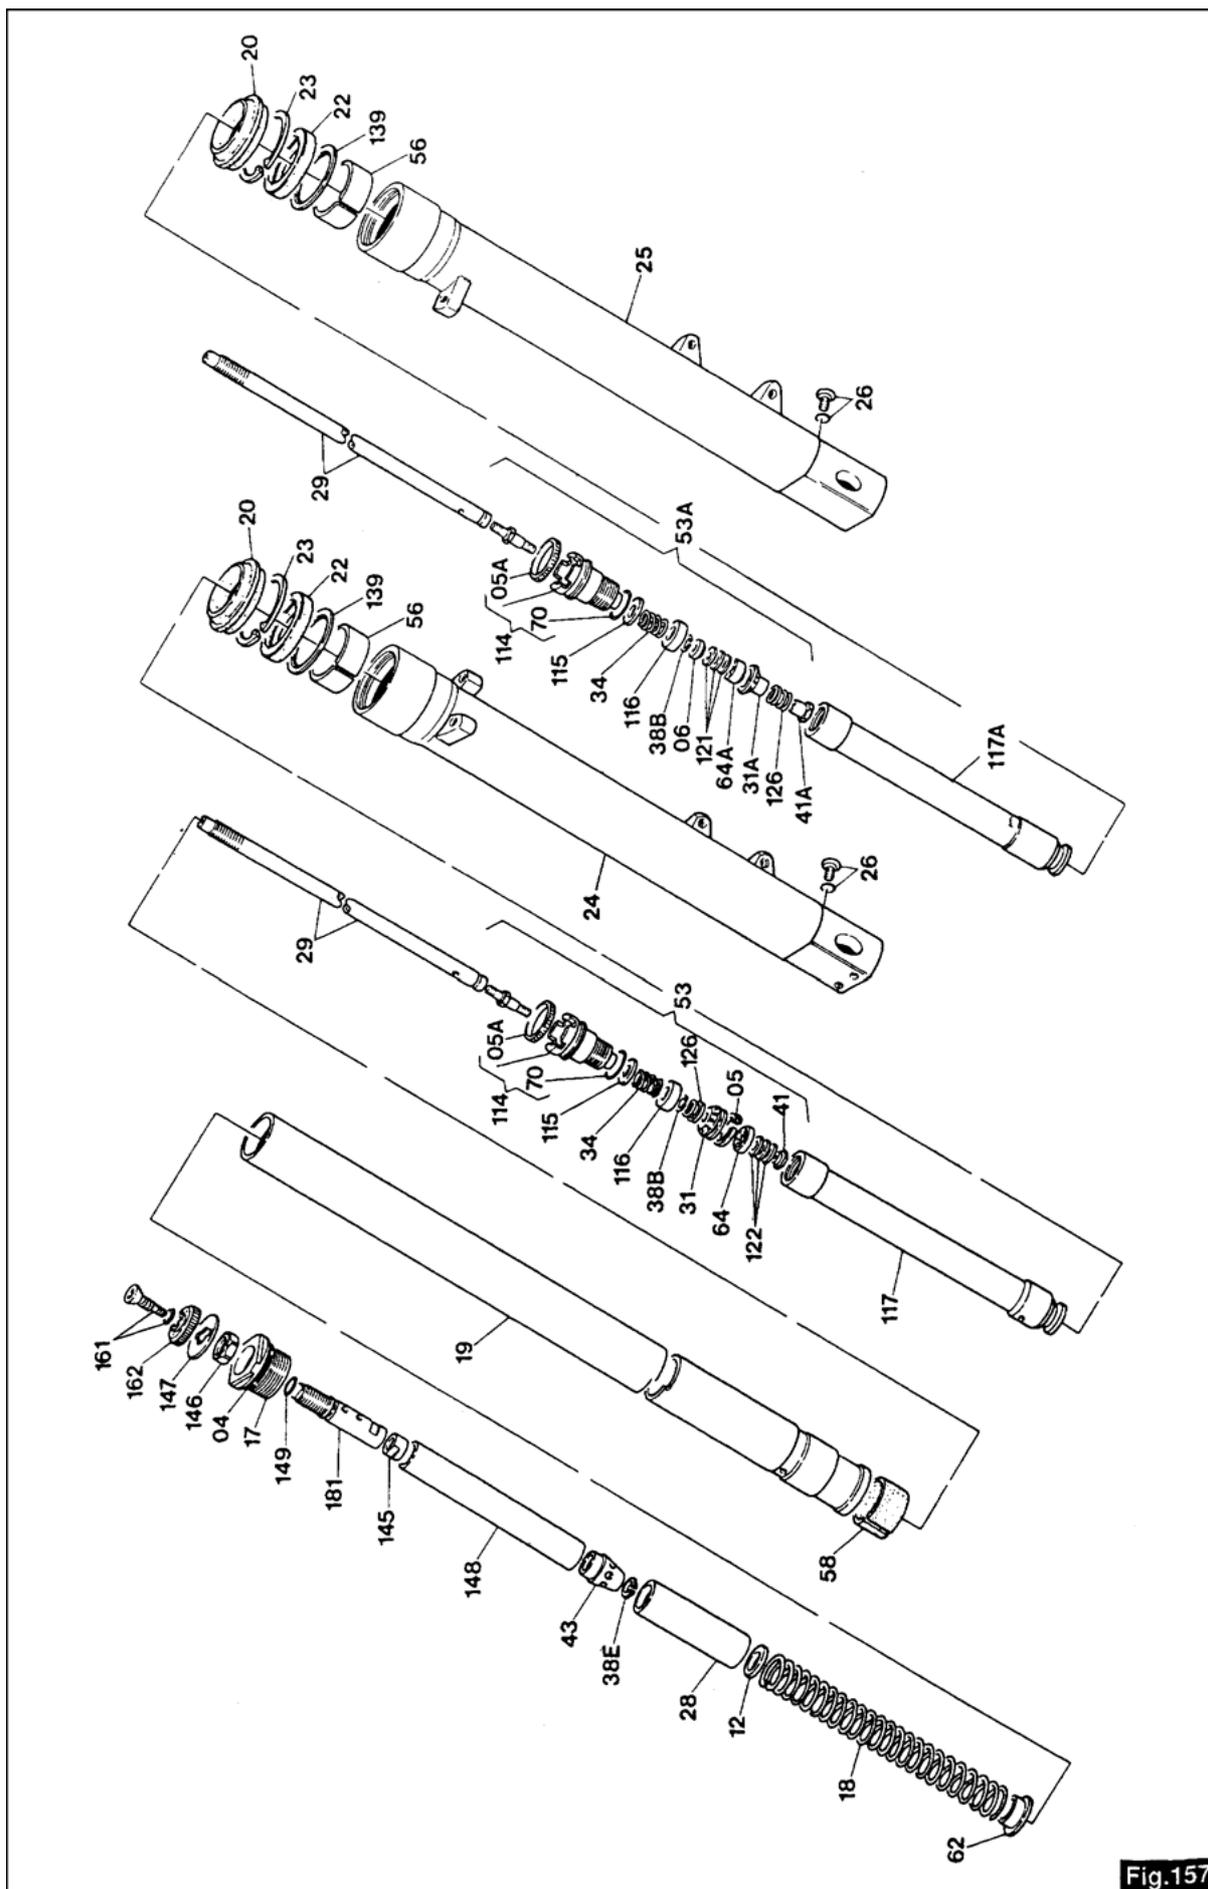

Fig.157
5. A l'aide d'une clé à fourche de 36 mm, dévissez le bouchon (17) de fermeture supérieure. Déposez le bouchon et l'outil «A». Faites attention à ne pas abîmer le joint torique (04 fig. 157) lors de son extraction.
6. Dégagez depuis l'intérieur du cylindre le tuyau de précharge (28), le ressort (18) et la coupelle de ressort.
8. Pour pouvoir dévisser à fond la vis (40), il faut utiliser un outil spécial «B» (code 30 92 79 00) positionné dans le cylindre. Cet outil empêchera la tige de tourner dans le tube de fourche, permettant ainsi le déblocage de la vis de fond. Utilisez pour cette opération une clé Allen de 8 mm.
9. Dégagez le tube (19 fig. 157) en le sortant délicatement du fourreau. (24-25 fig. 157).
10. En faisant levier avec un tournevis (en veillant à ne pas détériorer la lèvre intérieure), sortez le segment racleur (20).
11. À l'aide d'un tournevis à lame mince, retirez le circlip (23) du fourreau.
12. Lors de l'extraction du joint (22 fig. 157), il est recommandé de protéger le bord intérieur avec une bague spéciale «C» (code 30 94 97 00). Au moyen d'un tournevis, exercez une pression au-dessous du joint même afin d'en faciliter sa libération. Dégagez la coupelle (139 fig. 157) de la douille de guidage. Pour replacer le joint neuf, utilisez un jet d'emmanchement.
Effectuez toutes les opérations de révision nécessaires, procédez au remontage de l'ensemble piston-tige dans le fourreau. Prenez l'outil (code 30 92 79 00) utilisé durant le démontage et serrez le bouchon (114 fig. 157) après avoir remplacé le joint torique (70 fig. 157) par un neuf.
Avant de passer au remontage du tube (19 fig. 157) dans le fourreau (24-25 fig. 157), vérifiez que sur celui-ci soit montés la douille de guidage (56), la coupelle (139) avec la partie concave tournée vers la douille, le joint (22), la circlip (23) et le segment racleur (20).
Engagez le tube (19 fig. 157) dans le fourreau et poussez-le jusqu'en butée.